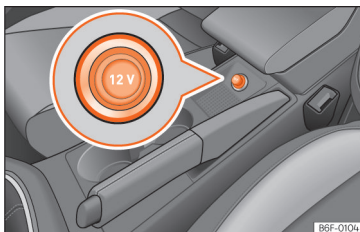

Abb. 134 12-Volt-Steckdose im Fahrzeug.
- Ziehen Sie den Stecker in der Mittelkonsole aus der Steckdose heraus »» (Abb. 134).